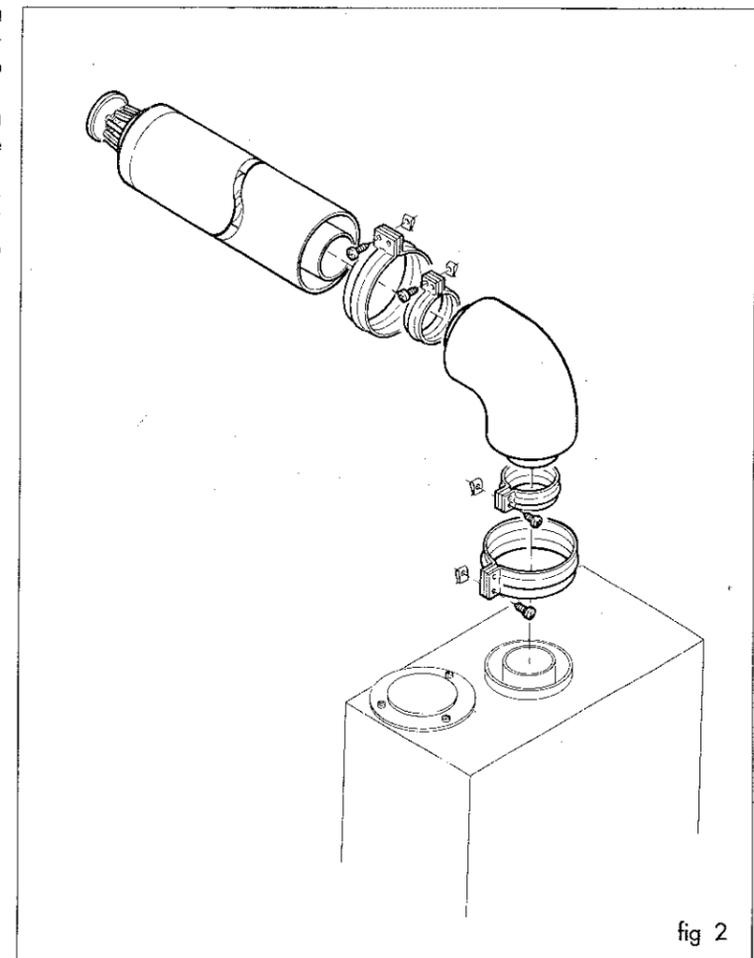

fig 2
**Condotto speciale** (scarico con tubo concentrico Fig 2). L'apparecchio è previsto per essere raccordato ad un condotto speciale realizzato con due tubi concentrici (Ø 100 mm tubo esterno e Ø 60 mm tubo interno); l'interno per lo scarico dei prodotti della combustione e l'esterno per l'aspirazione dell'aria comburente, (fig 2) il tutto equipaggiato di terminale.